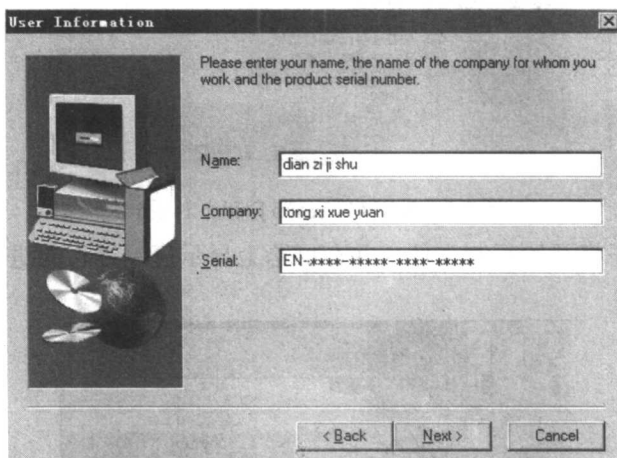

图 1-7 User Information 对话框
安装程序启动后, 第一阶段安装过程中出现过的安装界面、简要安装说明及版权声明等界面或对话框还会依次出现, 安装者只要点击其中的 Next 或 Yes 按钮, 直到图 1-7 所示的 User Information 对话框出现。
(2) 在图 1-7 所示对话框的 Name 栏中输入用户姓名, Company 栏中输入所属公司或单位名称, Serial 栏中键入软件序列号, 该序列号可以在安装光盘包装盒上找到(包括 2 个开头字母及 18 个阿拉伯数字, 2 个字母反映所用软件的版本, 如 ed 表示教育版, en 表示教育网络版, pP 则表示增强专业版), 点击 Next 按钮。如果序列号正确, 将出现一个对话框, 告知序列号验证的正确性。点击 Next 按钮继续下一步。